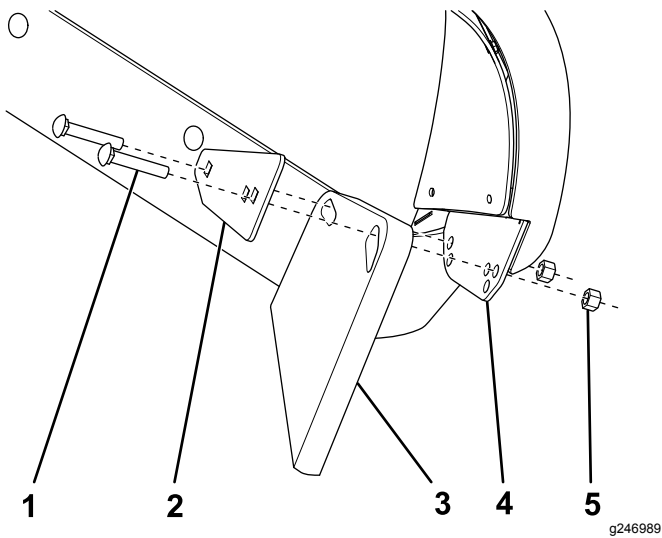

Bild 10
16. Befestigen Sie die Schürfleiste des Schneeschilds mit 2 Schlossschrauben (5/8"), einer Befestigungsplatte und 2 Muttern (Bild 10).